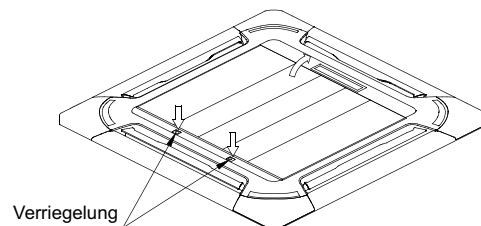

Abb. 3-7
- Schieben Sie die beiden Gitterverriegelung gleichzeitig in die Mitte und ziehen Sie diese hoch. (s. Abb. 3-7)